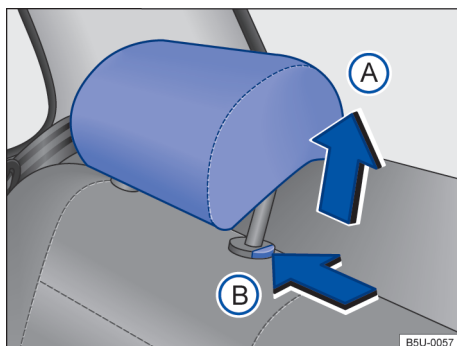

Fig. 66 Apoios para cabeça traseiros: desinstalar.
- Pressionar o botão → Fig. 66  no sentido da seta. Retirar o apoio para cabeça com o botão pressionado.
- Empurrar o apoio para cabeça para baixo com o botão → Fig. 66  pressionado.